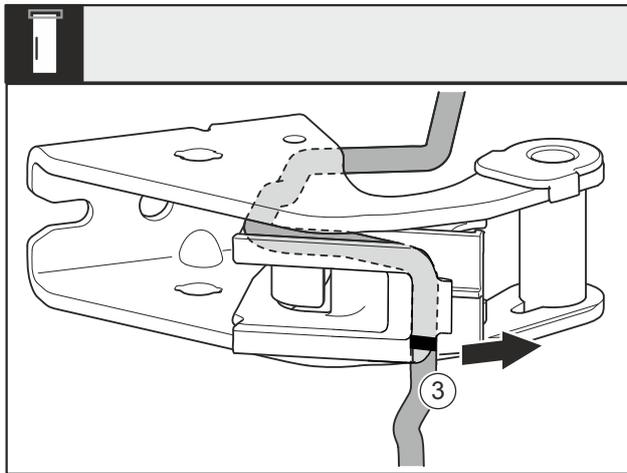

Fig. 27
- ▶ Kabel mit der Kabelhalterung Fig. 27 (3) vom Lagerbock demontieren.